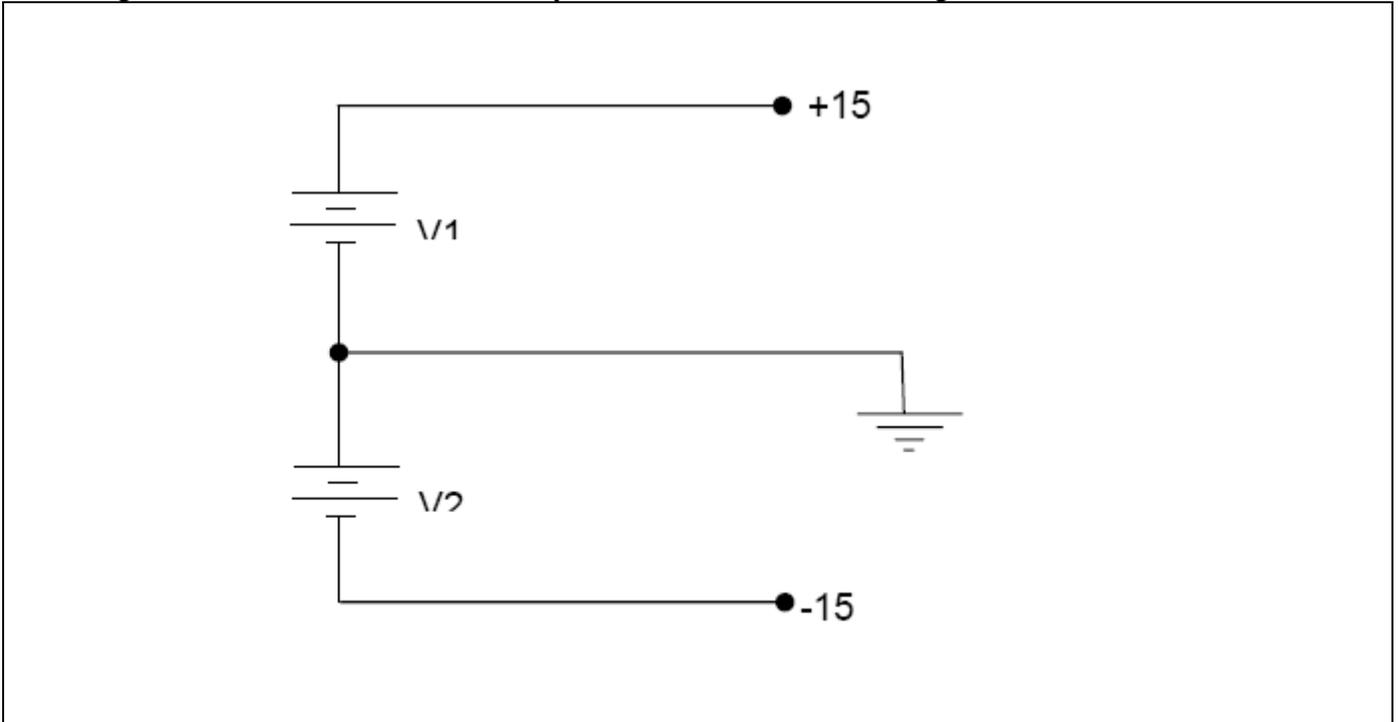

Figura 2
- 3 Energizar el circuito con +15 V y con -15 V como en la figura 2